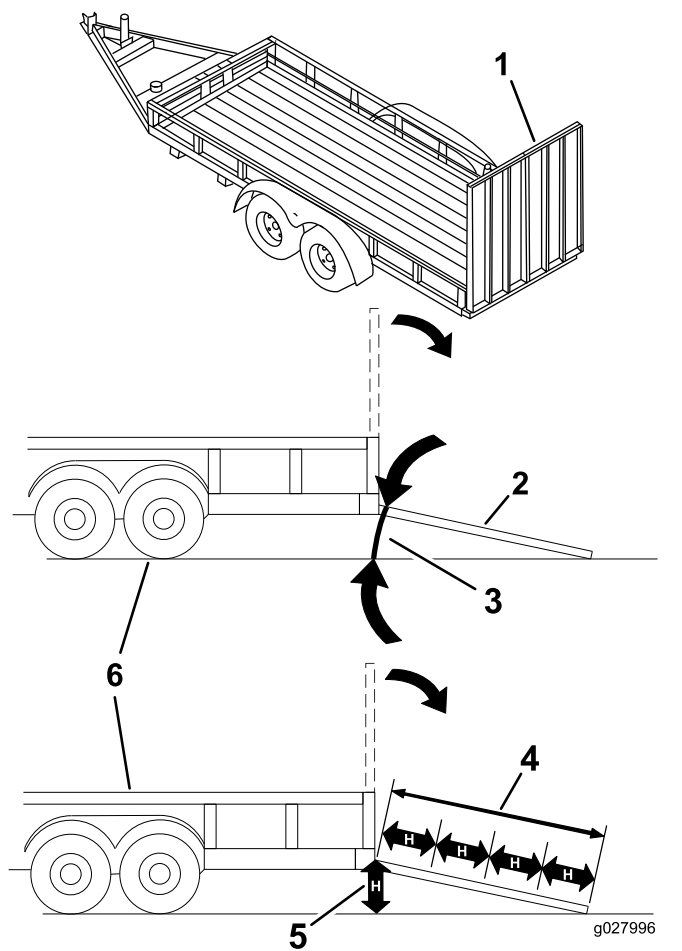

Figura 27
Încărcarea unei maini pe o remorcă sau un camion crește riscul de răsturnare și poate cauza răni grave sau moartea (Figura 27).
3. Coborâți rampa, asigurându-vă că unghiul dintre rampă și sol nu depășește 12 grade (Figura 27).
1. Coborâți rampa, asigurându-vă că unghiul dintre rampă și sol nu depășește 12 grade (Figura 27).